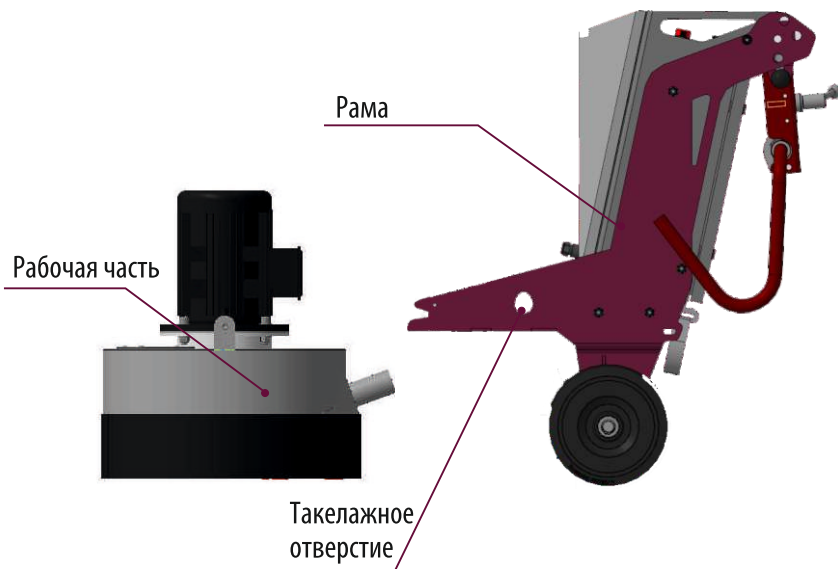

Рис. 9 Транспортировка оборудования
- Транспортировать данную машину можно в разобранном виде (Рис. 9). Для этого необходимо отсоединить кабель электродвигателя от корпуса электрики, снять крепежные болты и отсоединить раму от рабочей части.